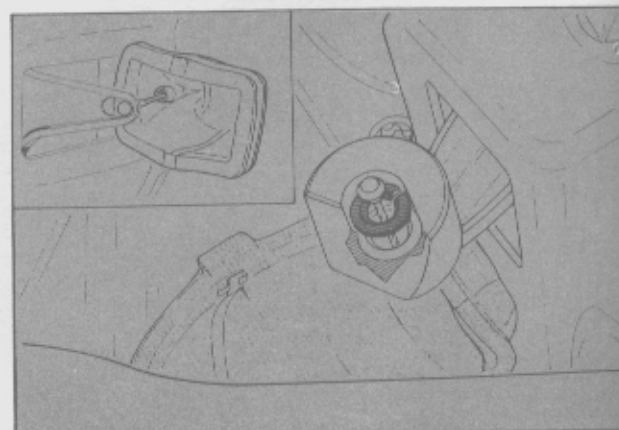

Fig. 3 - Cable de embrague.
- Desconectar el cable de embrague en la palanca de desembrague (Fig. 3).